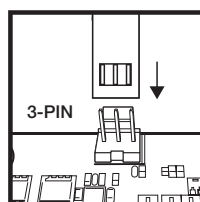

Abbildung 2
- > Verbinden Sie das Tachokabel der Pumpe mit dem CPU_FAN-Anschluss an Ihrer Hauptplatine (Abbildung 2).